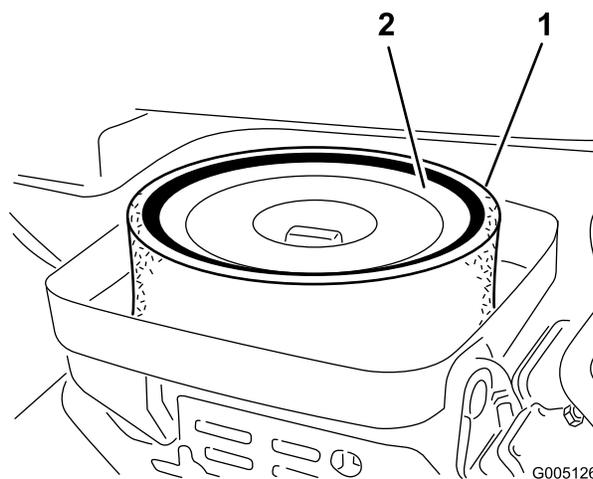

図 44
3. スポンジ(図 44)を点検し、汚れていればペーパー・エレメントから外す。以下の要領で丁寧に清掃してください: